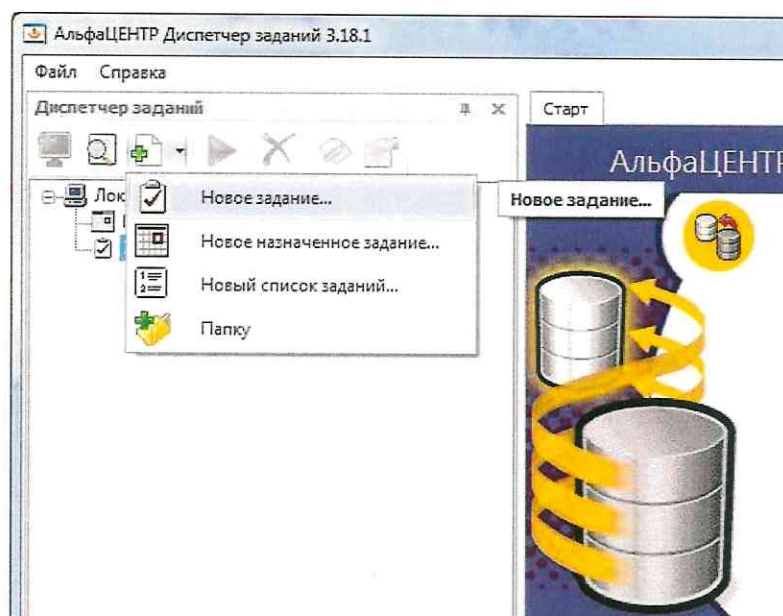

Рисунок 2
8.7 Создать новое задание АльфаЦЕНТР Time (рисунок 2 и 3).